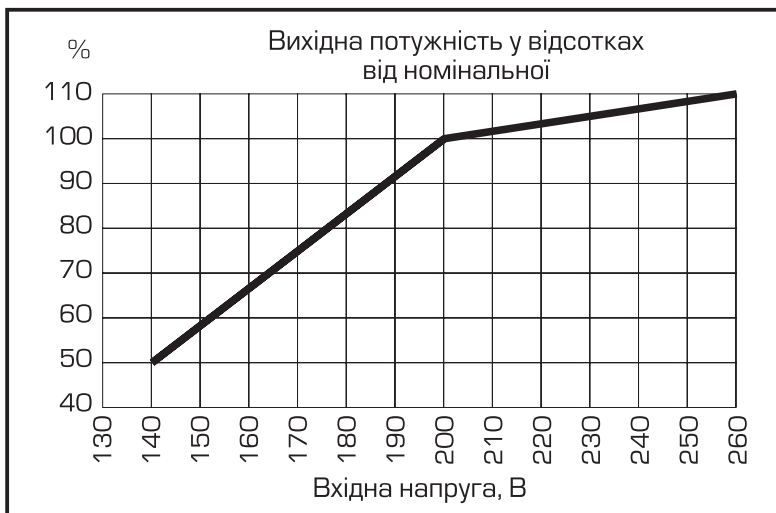

рис.1
* Розрахунок потужності виконано для роботи стабілізатора при вхідній напрузі від 200 В. Якщо напруга нижче 200 В, необхідно врахувати поправку згідно рис. 1.